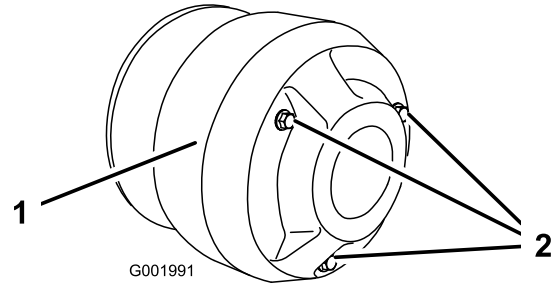

Figura 57
4. Retire los 3 pernos que fijan la cubierta al embrague, y retire la cubierta (Figura 57).